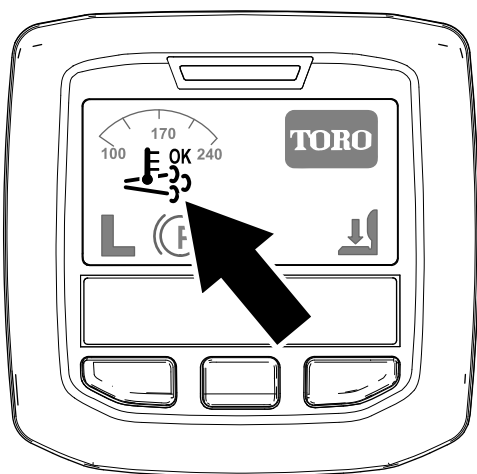

Рисунок 38
- Значок активной регенерации / регенерации со сбросом отображается на дисплее инфо-центра (Рисунок 38).